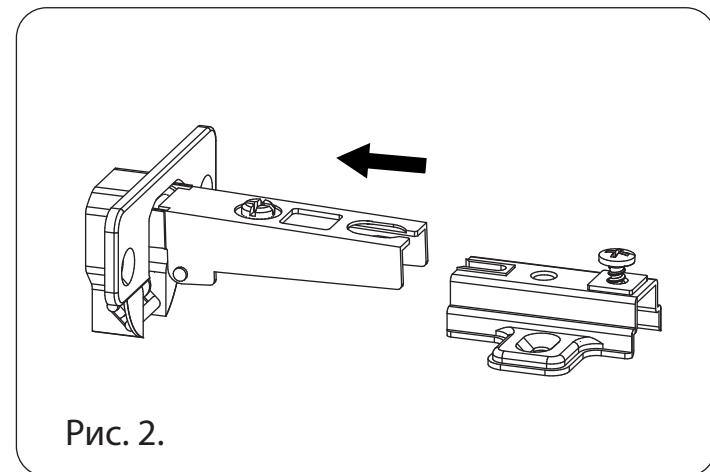

Рис. 2.
2. Снять составные части петли (см. рис. 2).
- При установке ящика на направляющие ящик должен попасть соотвествующими отверстиями на боковинах ящика на фиксаторы (см. рис. 2) направляющих.